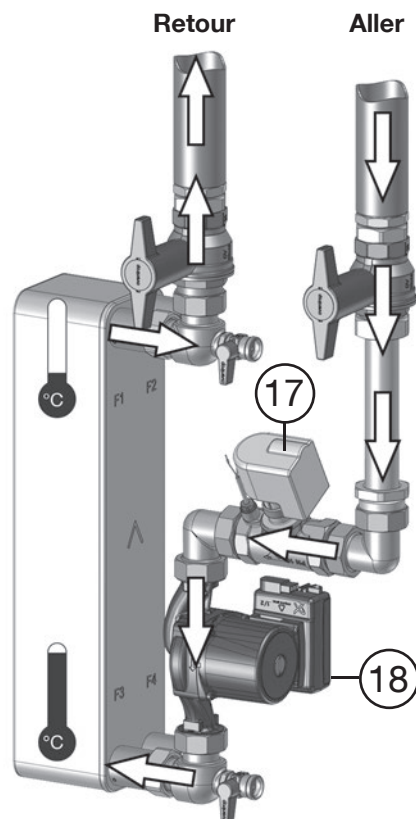
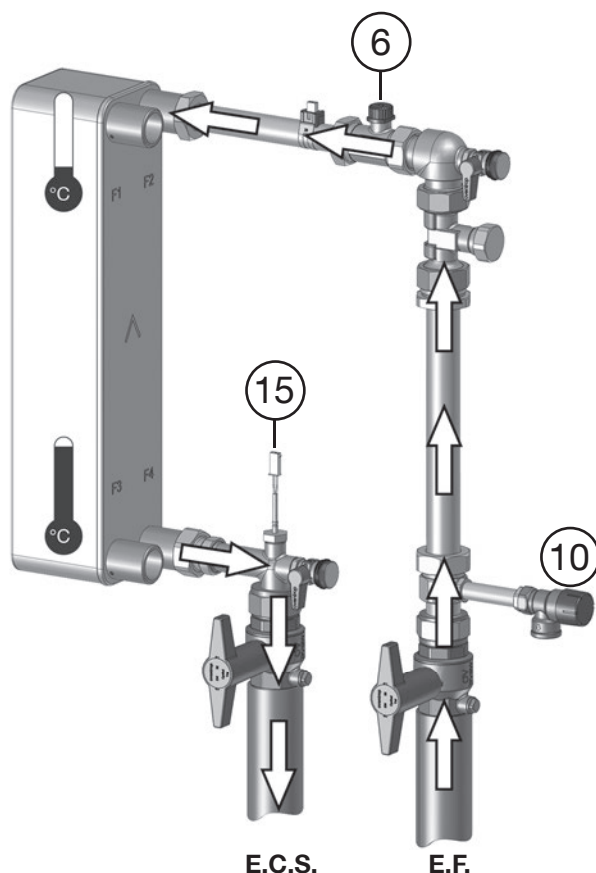

Fig. 3.2: Côté circuit primaire avec l'aller venant du ballon tampon et le retour vers le ballon tampon
Fig. 3.3: Côté eau potable avec approvisionnement en eau chaude sanitaire (E.C.S.) et raccordement d'eau froide (E.F.)
Avec une température d'E.C.S. donnée de 60 °C et une température donnée du ballon d'eau chaude de 80 °C, la capacité de production d'E.C.S. peut varier de 1 à 80 l/min. La préparation d'eau chaude sanitaire est démarrée par le régulateur (fig. 3.1 page 9, pos. 1) qui règle le circulateur (fig. 3.2, page 9, fig. 18) sur une vitesse (variable) pour diriger de l'eau du ballon d'accumulation primaire vers l'échangeur de chaleur en fonction des besoins. La vitesse du circulateur, nécessaire pour atteindre la température d'E.C.S. désirée est calculée par le régulateur sur la base des valeurs réelles du débit et de la température (d'E.C.S.) détectées par les capteurs 6 et 15 (fig. 3.3). La vanne de régulation est actionnée en conséquence (voir ci-dessous).
La station permet un approvisionnement en chaleur selon les besoins même en cas d'une faible consommation d'eau chaude sanitaire. La capacité de refoulement minimum du circulateur (18) est réduite à nouveau par la **vanne de régulation** (Fig. 3.2, Pos. 17) intégré dans le circuit primaire. La vanne commence à se fermer à partir d'un débit de soutirage d'environ 20 l/min.